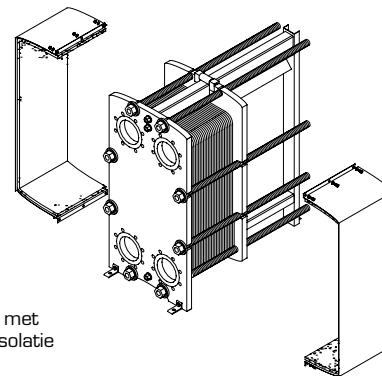

Afb. 4
- Aanzetstukken met schroefdraad zijn niet op de vaste kop gelast. Om schade aan de eerste pakking te vermijden, houdt u de aanzetstukken met schroefdraad op hun plaats met een knijptang en schroef op de leidingen (afb. 4).